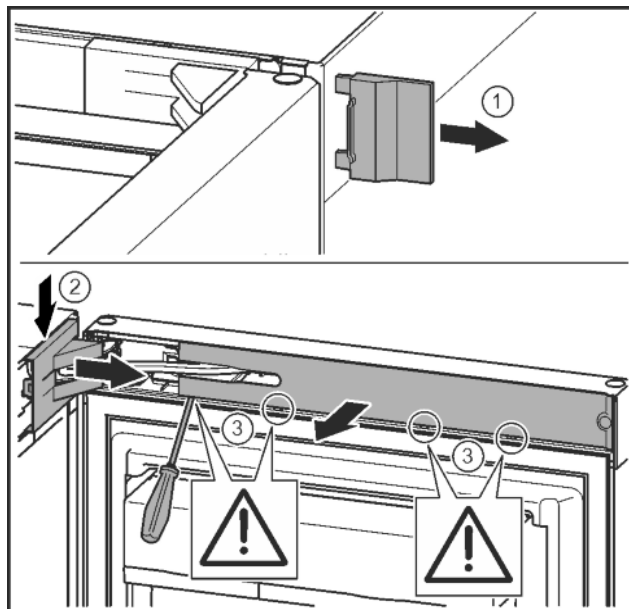

Fig. 12
- Zdjąć zewnętrzną osłonę. Fig. 12 (1)
- Wyczepić i poluzować osłonę płytki zawiasu. Zdjąć osłonę płytki zawiasu. Fig. 12 (2)
- Przy pomocy śrubokręta wyczepić zaślepkę i odchylić w bok. Fig. 12 (3)